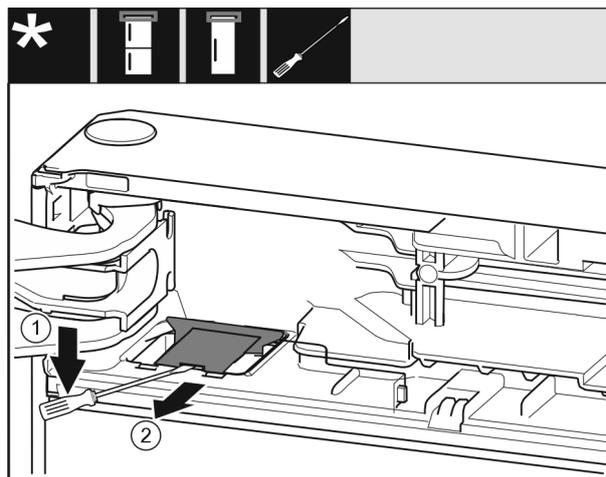

Fig. 10
- ▶ Dégager le cache Fig. 10 (1) au moyen d'un tournevis plat.
- ▶ Retirer le cache Fig. 10 (2).